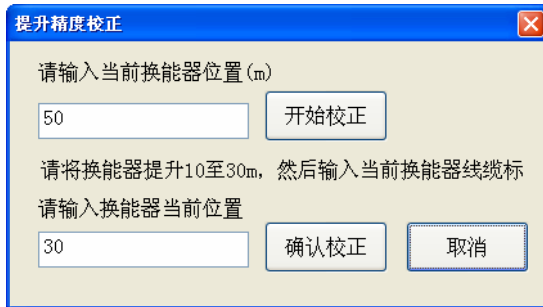

图 3.5.5 当前位置
- 1) 点击提升精度中的**重新校正**按钮，弹出提示框“请将换能器放到声测管中较深位置”，按提示将换能器放置到声测管中较深位置后点击**确定**，系统弹出如图 3.5.5 所示对话框，输入当前换能器位置（读管口的换能器信号线上的深度值），然后点击**开始校正**，此时会弹出高度记录浮动框；